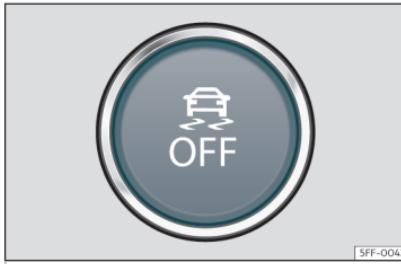

Fig. 188 En la parte inferior de la consola central: botón para conectar/desconectar el ESC
- El TCS se puede desconectar y conectar mediante una pulsación corta en el botón  de la consola central* » **fig. 188**.
- El ESC en modo "Sport" se puede desconectar y conectar mediante una pulsación corta en el botón  de la consola central* » **fig. 188**.
- El ESC se puede desconectar y conectar mediante una pulsación corta en el botón  de la consola central* »» fig. 188.